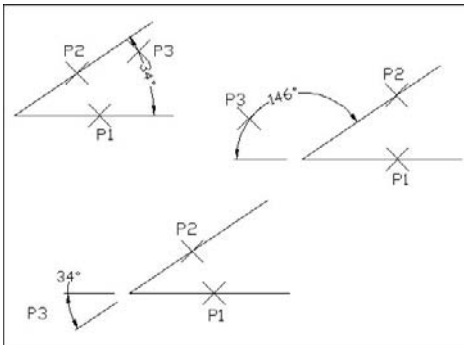

Fig.9.17
- 1 Exécuter la commande cotation angulaire à l'aide d'une des méthodes suivantes (fig.9.17) :